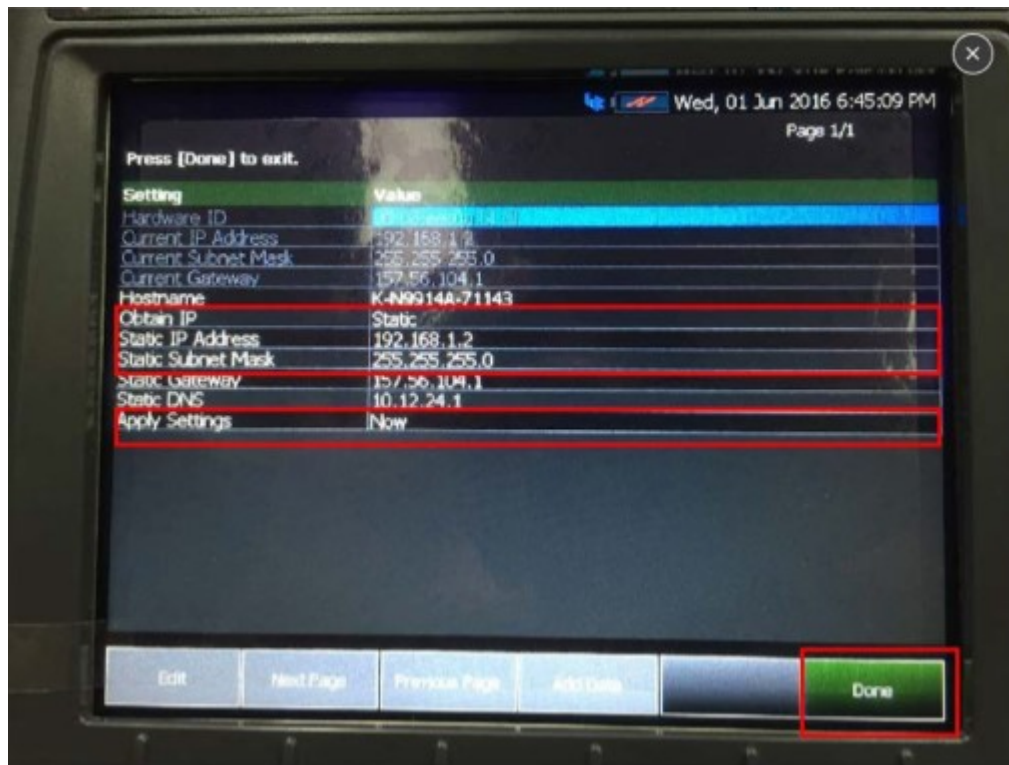

图 5. 配置手持表
- 2) 如图 5 所示，将 Static Subnet Mask 设为和 PC 一个子网掩码段，并进行参数设置。